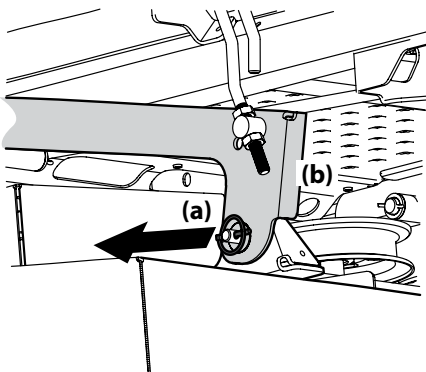

Figura 4-15
6. Ubique los pasadores de liberación de la plataforma del lado izquierdo y del lado derecho (a) que se encuentran a cada lado de la plataforma. Tire de los pasadores de liberación de la plataforma (a) hacia afuera y suelte la plataforma de los brazos de elevación del lado derecho e izquierdo de la plataforma (b). Consulte Figura 4-15.
5. Tire de los pasadores de liberación de la plataforma hacia afuera y ubique la plataforma según sea necesario para alinear los orificios de los brazos de elevación de la plataforma con los pasadores. Consulte la Figura 4-15.